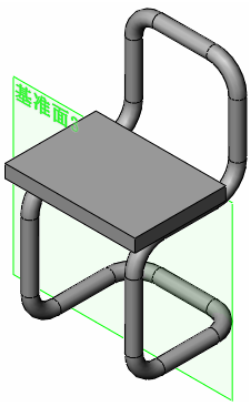

图 7-22 添加的基准面
⑫ 绘制椅背。添加基准面。在左侧的“FeatureMannger 设计树”中用鼠标选择“前视基准面”，然后单击“参考几何体”工具栏中的“基准面”图标，此时系统弹出“基准面”对话框。在“等距距离”一栏中输入值 75。单击对话框中的“确定”图标，结果如图 7-22 所示。
⑬ 设置基准面。在左侧的“FeatureMannger 设计树”中，用鼠标单击上一步添加的基准面，然后单击“标准视图”工具栏中的“正视于”图标，将该基准面作为绘制图形的基准面。